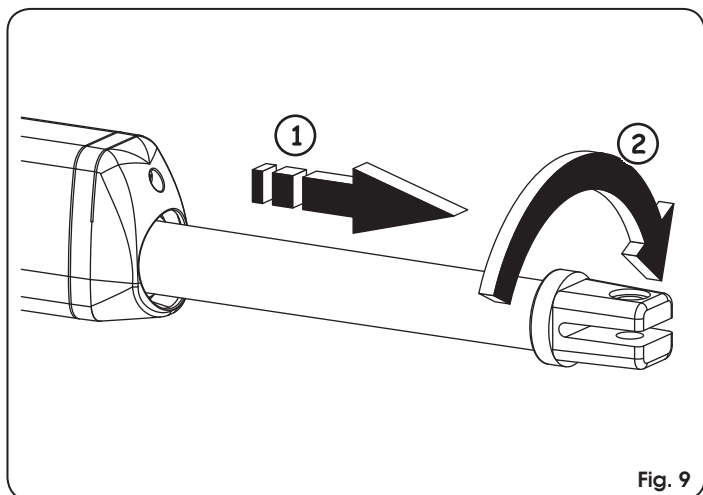

Fig. 9
4. Extrair completamente a haste até o limite, fig. 9 ref. ①.
6. Rodar meia volta/uma volta a haste em sentido horário, Fig. 9 ref. ②.